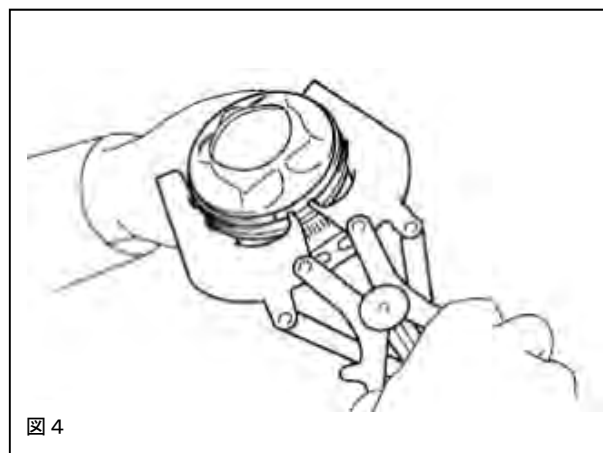
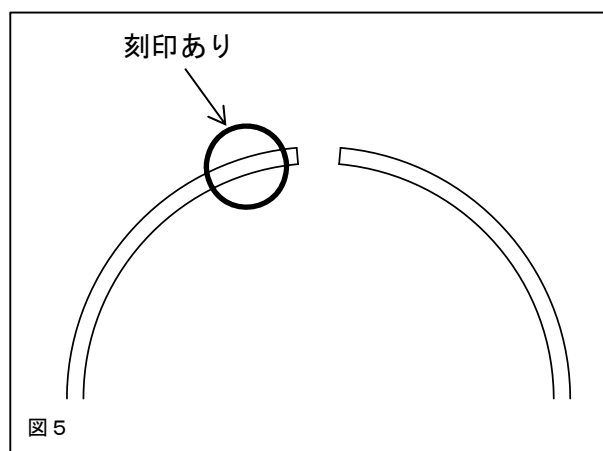

図4
図5
5. 1 図4のように、ピストンリングをピストンリングエキスパンダーを用いてピストンに取付けてください。この時、トップ及びセカンドリングは図5に示す刻印のある面を上面にしてください。